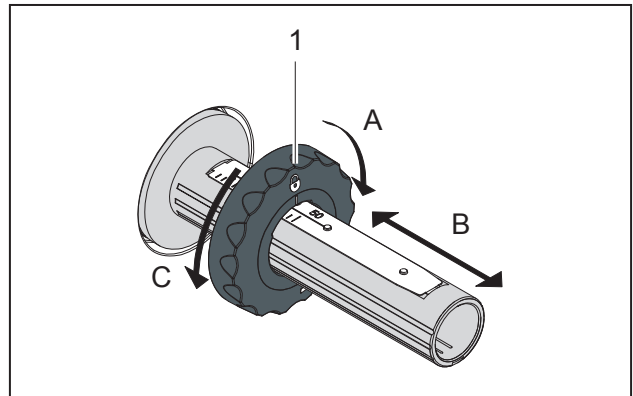

Bild 11 Ställa in kantstopp
- 2 Vrid spaken (6) moturs för att öppna skrivarhuvudet.
- 3 Ställ in kantstoppet (1) på avlindaren (5) enligt foliebredden (bild 11):
- Håll fast lindaren och lås upp kantstoppet (1) genom att vrida i riktning A.
- Skjut kantstoppet (1) i riktning B och ställ in med hjälp av skalan på foliebredden.
- Håll fast lindaren och lås kantstoppet (1) genom att vrida i riktning C.